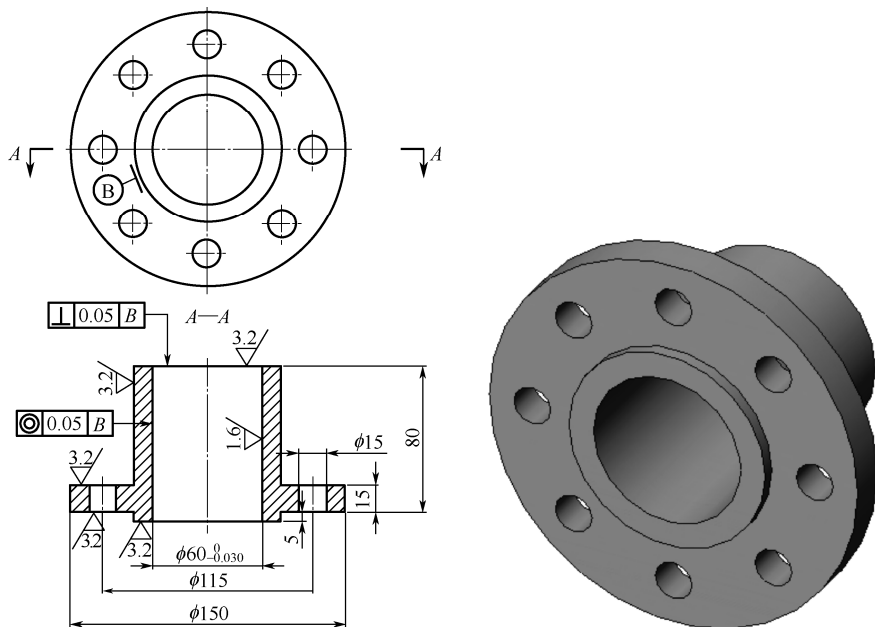

图 8-97 法兰盘零件图结构尺寸和零件模型
(1) 法兰盘零件图和零件模型如图 8-97 所示,从法兰盘零件模型开始进行工程图设计。